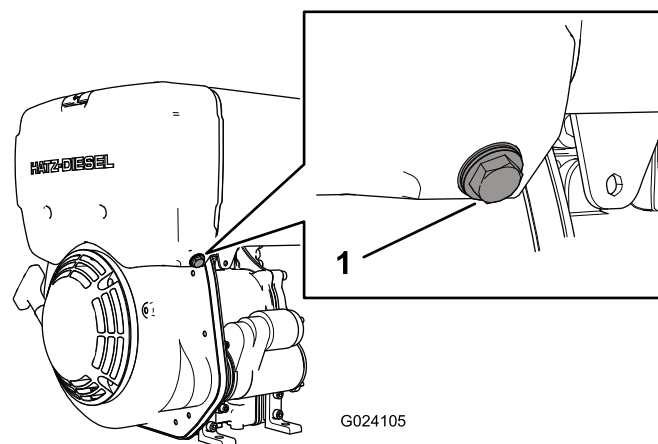

Figure 7
2. Desserrez le boulon du séparateur d'eau de 3 à 4 tours (Figure 7).